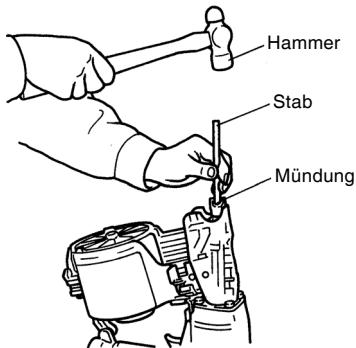

Abb. 18
- (1) Nehmen Sie die Nägel aus dem Magazin und öffnen Sie die Nagelführung. Führen Sie einen Stab in die Mündung ein und schlagen Sie leicht mit dem Hammer auf den Stab. (Abb. 18)